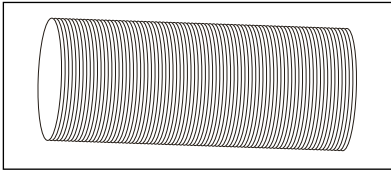

Fig. 3
- Sortez le tuyau de l'emballage. (Fig. 3).